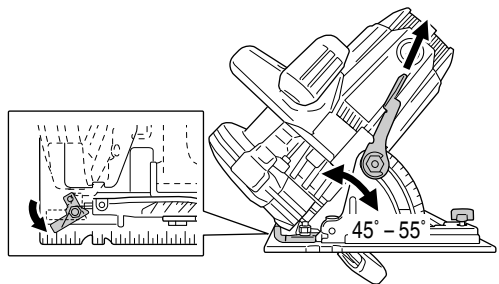

Fig. 9
Si un angle d'inclinaison de plus de 45° est utilisé, comme illustré à la Fig. 9, déplacer le levier (A) vers l'extérieur. La lame de scie peut être inclinée à un angle maximal de 55° par rapport au socle.